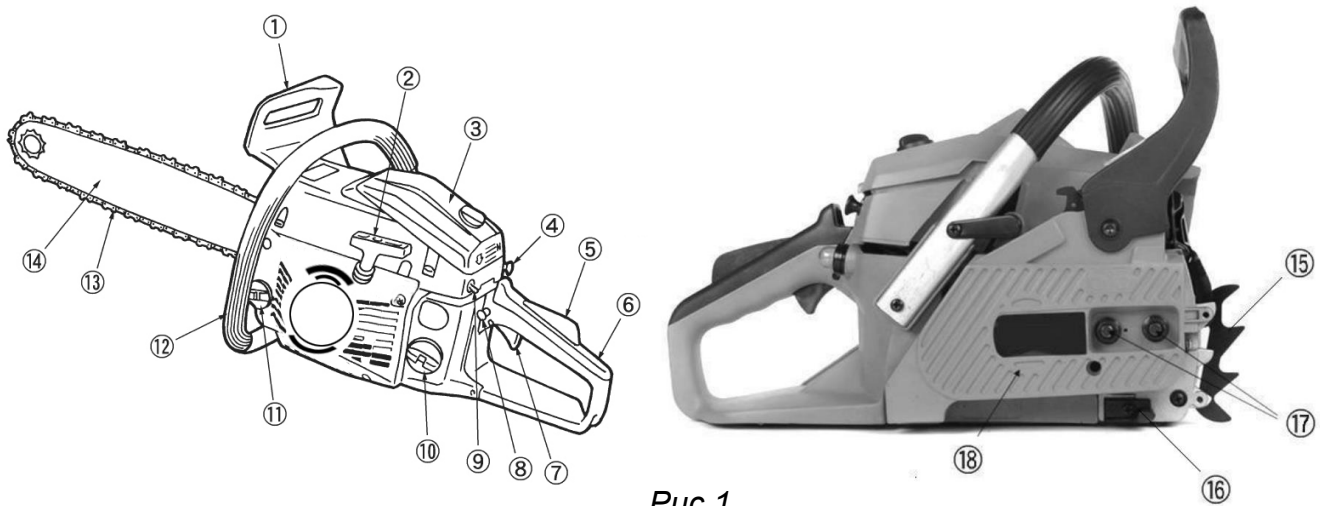

Рис. 1
### Ручка тормоза цепи (1) (См. Рис.1)
Для безопасности, цепная пила оснащена тормозом цепи (1) (См. Рис.1). Тормоз цепи включается автоматически в случае резкого, сильного отскока, который вызывается прикосновением конца пилы к древесине во время работы. Тормоз цепи служит для блокировки пильной цепи перед стартом, и для ее моментальной остановки в экстренных случаях.
### **Выключатель зажигания двигателя (9) (См. Рис.1)**
### **Рычаг блокировки газа (5) (См. Рис.1)**
Предотвращает случайное включение двигателя (приведение пильной цепи в движение). Рычаг газа (7) не может быть нажат, если не нажат рычаг блокировки газа (5) (См. Рис.1).
### **Задняя ручка (6) (См. Рис.1)**
### **Пильная цепь, снижающая риск отскока (13) (См. Рис.1)**
### **Зубчатый упор (15) (См. Рис.1)**
### **Цепеуловитель (16) (См. Рис.1)**